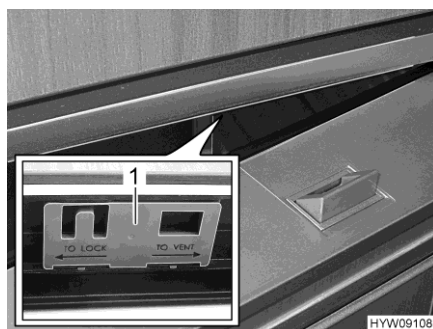

Fig. 95 Porte du réfrigérateur (position de ventilation)
- Pousser le curseur (Fig. 95,1) vers la droite.